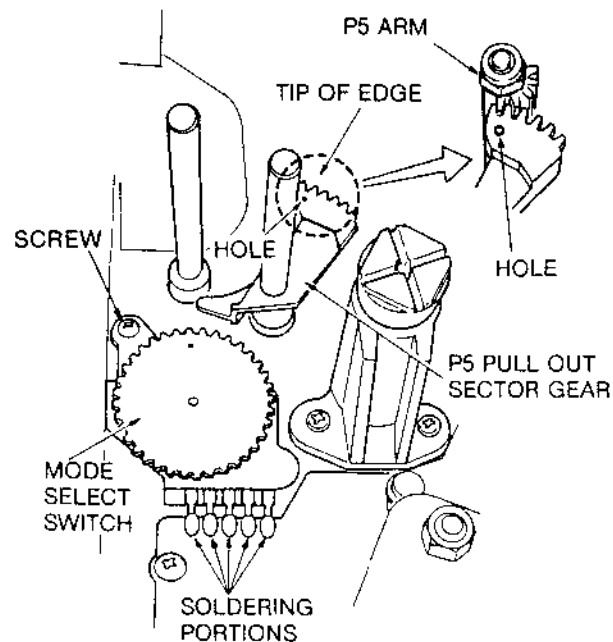

Fig.4-11
- Den Stellungsschalter Pos. 55(1) montieren und die Schraube festdrehen; anschließend die 5 Anschlußpunkte anlöten.
- Das Auszugsektorahnrads P5 so montieren, daß das Loch im Auszugsektorahnrads P5 mit der Oberseite des Zahnrads P5 fluchtet, siehe Fig. 4-11.